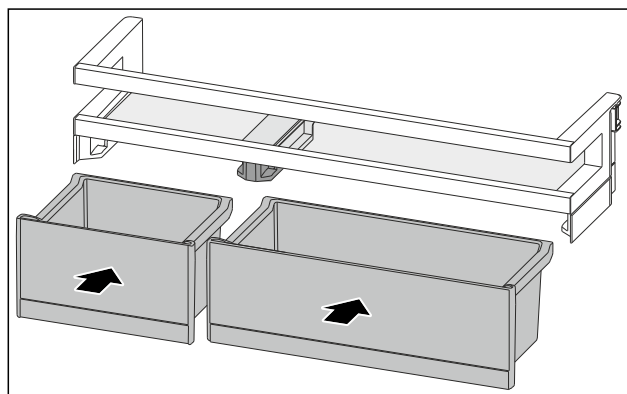

Fig. 90
- VarioBoxy vložte v opačném pořadí. (viz Fig. 90)